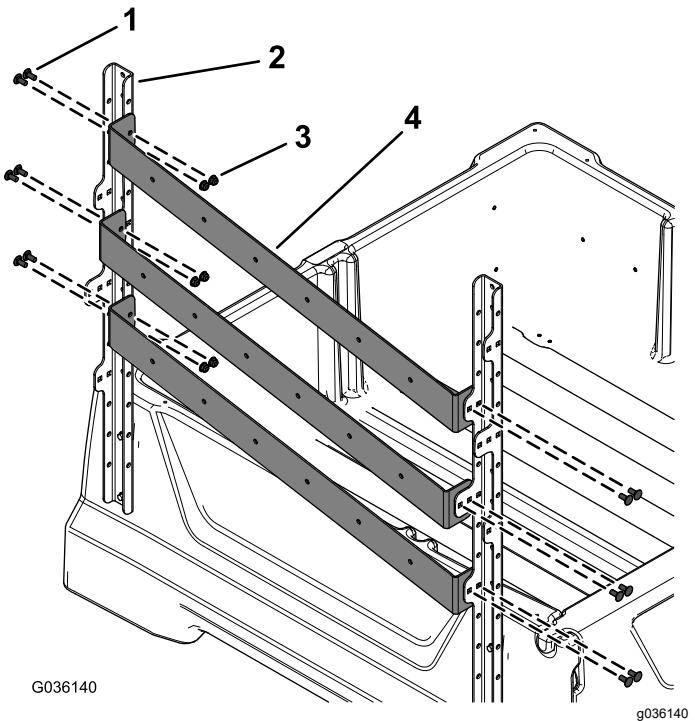

图 3
2. 如图 3 所示用 12 个托架螺栓 $5/16 \times 3/4$ 英寸和 12 个凸缘螺母 $5/16$ 英寸将 3 个铲子安装架安装到侧立架支架上。